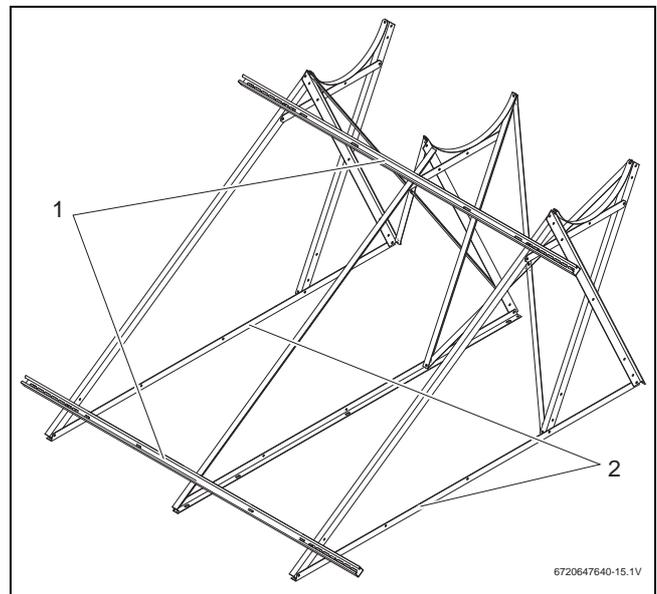

Fig. 23 Fixar os perfis em "U"
- ▶ Aparafusar os perfis em "U" (Fig. 23, [1]), em cima e em baixo, aos perfis de suporte do coletor.
- ▶ Alinhar os perfis de suporte inferiores (Fig. 23, [2]) paralelamente um ao outro.